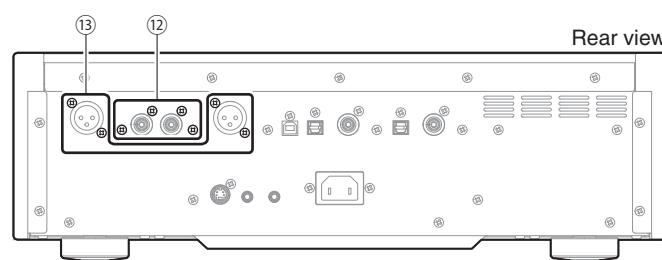

Fig. 5
- Remove 4 screws (⑫) and 4 screws (⑬). (Fig. 5)
- ⑫ のネジ 4 本、⑬ のネジ 4 本を外します。 (Fig. 5)